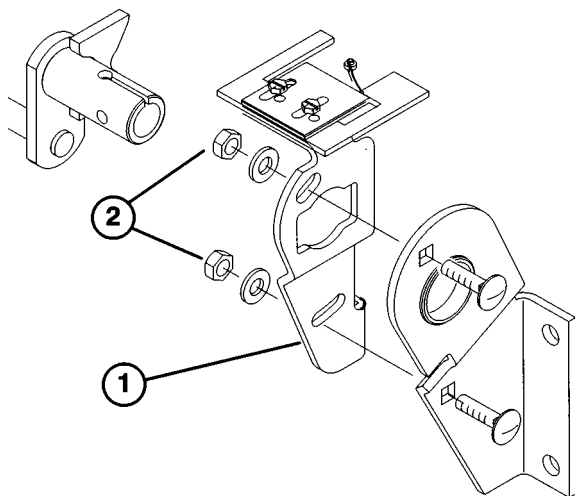

Fig. 28
4. Løsne de to låsemutrene som holder pumpeplaten slik at platen kan beveges (fig. 28).
5. Start motoren og drei pumpeplaten (fig. 28) den ene eller andre veien til hjulet slutter å dreie.
6. Stopp motoren og trekk til låsemutrene slik at platen holdes på plass (fig. 28).